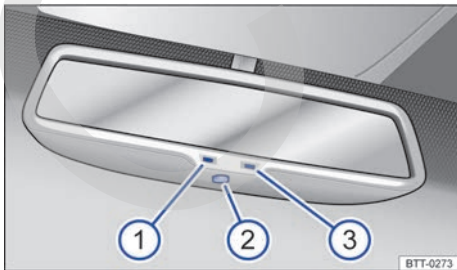

Fig. 73 En el parabrisas: espejo retrovisor interior antideslumbrante automático.
Legenda para → fig. 73:
- ① Luz de control.
- ② Interruptor.
- ③ Sensor para reconocer la incidencia de luz desde atrás.
El antideslumbrante automático se puede conectar y desconectar con el interruptor en el retrovisor interior → fig. 73②. Si está conectado el antideslumbrante automático se enciende la luz de control → fig. 73①.
- Un sensor del lado que indica hacia el interior del vehículo, que mide la incidencia de luz desde atrás → fig. 73③.